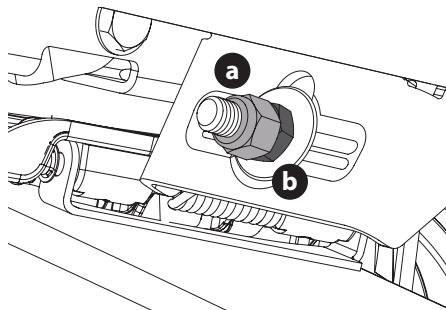

Figure 40
5. Pour relever l'avant du plateau, retirez l'embout, desserrez le contre-écrou extérieur (a), puis serrez (vissez à l'intérieur) l'écrou intérieur (b) contre le support de suspension avant (Figure 40). Si le réglage est correct, resserrez le contre-écrou extérieur (a) et remettez l'embout en place.
6. Pour abaisser l'avant du plateau, retirez l'embout, desserrez le contre-écrou extérieur (a), puis desserrez (vissez à l'extérieur) l'écrou intérieur (b) à l'écart du support de suspension avant (Figure 40). Si le réglage est correct, resserrez le contre-écrou extérieur (a) à 77 N·m (57 pi-lb) et remettez l'embout en place.